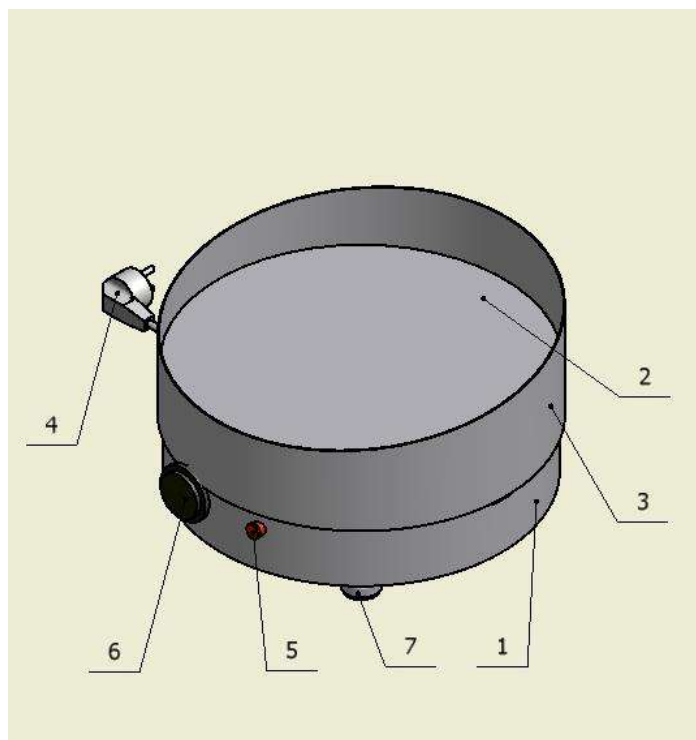

Рисунок 1
- 5.1. Основные части изделия указаны на рис.1 и перечислены в таблице 1.